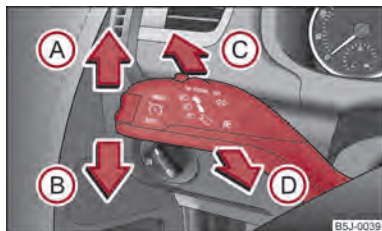

Fig. 25 Maneta pentru luminile de semnalizare și faza lungă
- Apăsați maneta în sus (A), respectiv în jos (B) ⇒ fig. 25.